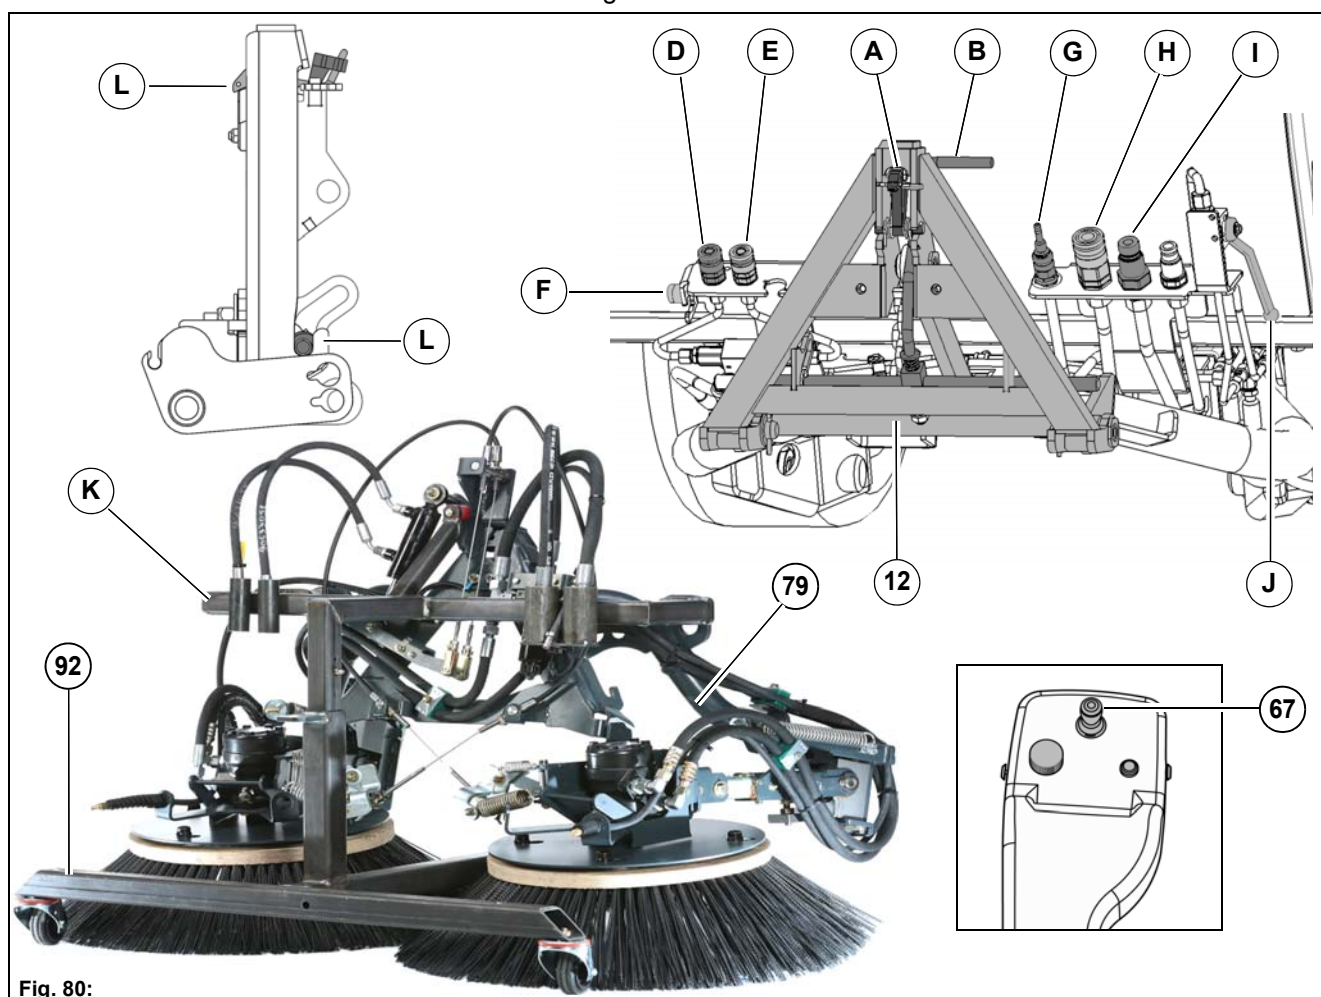

Fig. 80:
2. Déverrouiller le crochet de fixation **Fig. 80-A** et la barre de fixation **Fig. 80-B** sur le porte-outils avant **Fig. 80-12**.
5. Verrouiller l'unité de balayage avec le crochet et la barre de fixation. Contrôler le logement correct, voir **Fig. 80-L**.
6. Ouvrir la soupape **Fig. 80-J** pour le système de levage de l'orifice d'aspiration.
7. Abaisser la partie supérieure **Fig. 80-K** du chariot et la retirer de l'unité de balayage.
- Pivotement unité de balayage, arrivée = **Fig. 80-D**
- Pivotement unité de balayage, retour = **Fig. 80-E**
- Connecteur de codage 19 pôles = **Fig. 80-F**
- Raccordement d'eau fraîche pour les buses de pulvérisation = **Fig. 80-G**
- Moteurs hydrauliques unité de balayage, retour = **Fig. 80-H**
- Moteurs hydrauliques unité de balayage, arrivée = **Fig. 80-I**